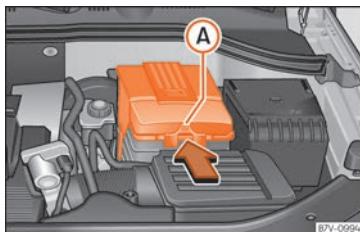

Fig. 298 Dans le compartiment moteur : retirez le couvercle de la batterie du véhicule.
- En présence d'un couvercle : appuyez sur la languette »» fig. 298  dans le sens indiqué par la flèche et retirez le cache vers le haut.